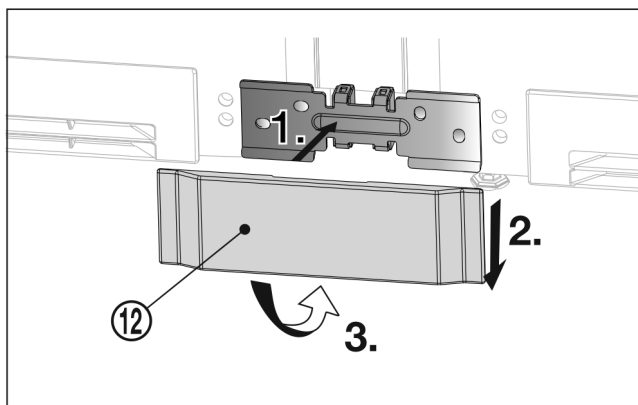

Fig. 32
- ▶ Coloque la cubierta Fig. 32 (12) inferior por delante sobre la escuadra Fig. 32 (1), deslícela hacia abajo Fig. 32 (2) y encájela en la parte inferior Fig. 32 (3).